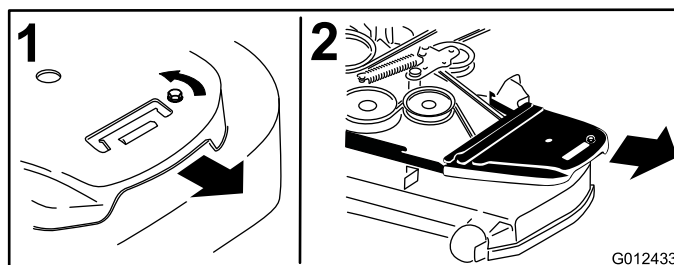

Figure 72
4. Déposez les couvercles de courroies ainsi que les boulons fixés dessus (Figure 72).